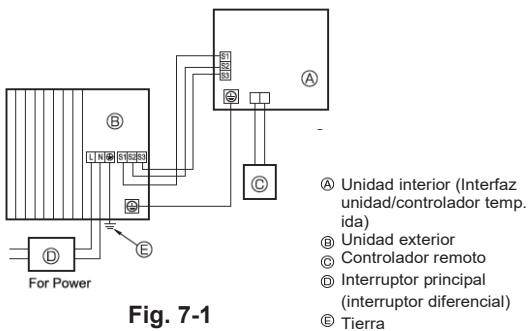
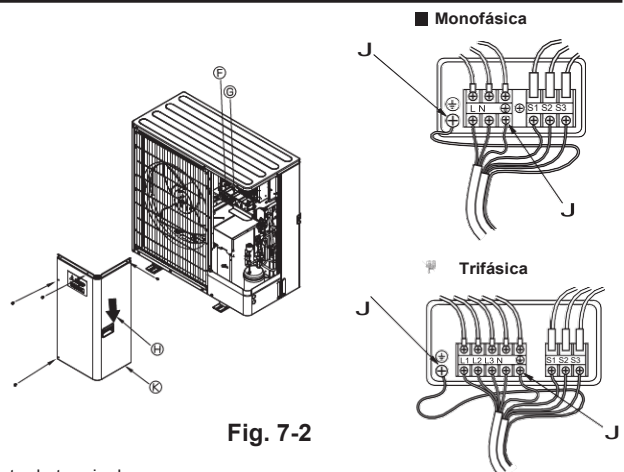

Fig. 7-1
Fig. 7-2
7.1. Unidad exterior (Fig. 7-1, Fig. 7-2)
- 2 Conectar los cables tal y como se indica en la Fig. 7-1 y la Fig. 7-2.